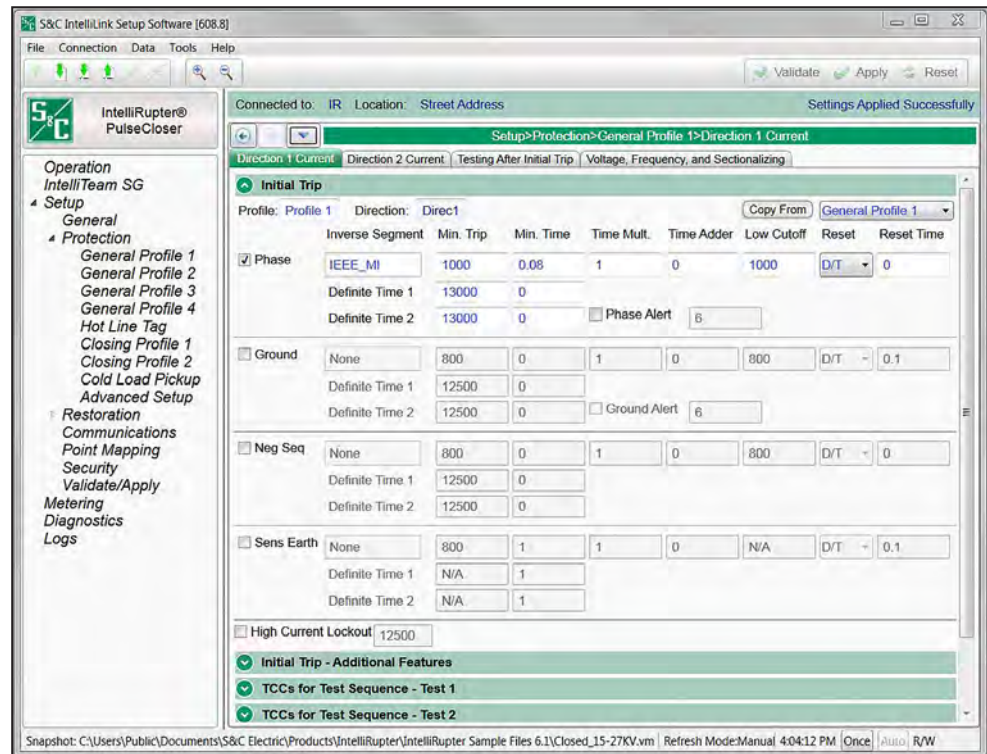

Figura 29. Tela Configuração>Proteção>Perfil Geral 1>Corrente na Direção 1>Trip Inicial.
**PASSO 1.** Na caixa **Profile** atribua um nome do perfil, de escolha do usuário, com até 12 caracteres, para cada um dos quatro Perfis **Gerais**. Este campo é editado na tela *Setup>Protection>General Profile 1>Direction 1 Current>Initial Trip* e o nome atribuído será exibido em cada tela e subtela do perfil. Este rótulo é mostrado também na tela *Principal* do perfil **Geral** ativo. Ver Figura 29.